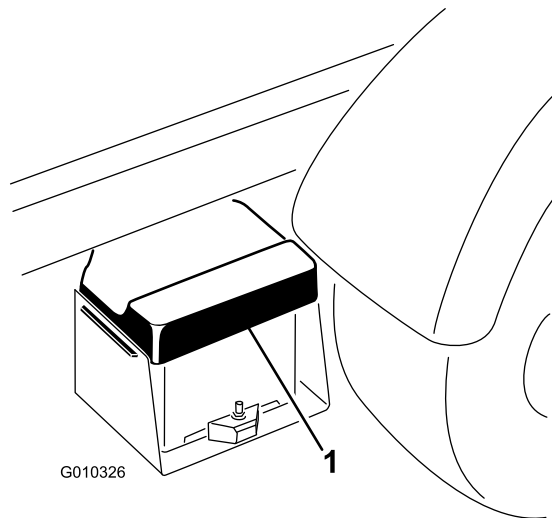

Figura 52
1. Aperte a tampa da bateria para libertar as patilhas da base da bateria. Retire a tampa da bateria da base (Figura 52).